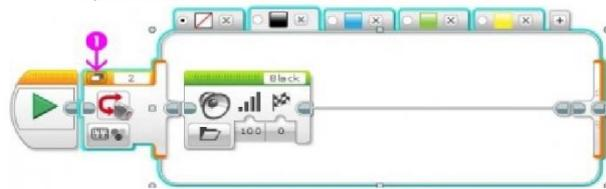

Рис. 4
*Наш программный блок "Переключатель" значительно увеличился в размерах. Специальная кнопка (Рис. 4 поз. 1) позволяет переключить режим отображения блока на экране на "Вид с вкладками". Изменим размеры блока для комфортного визуального отображения.